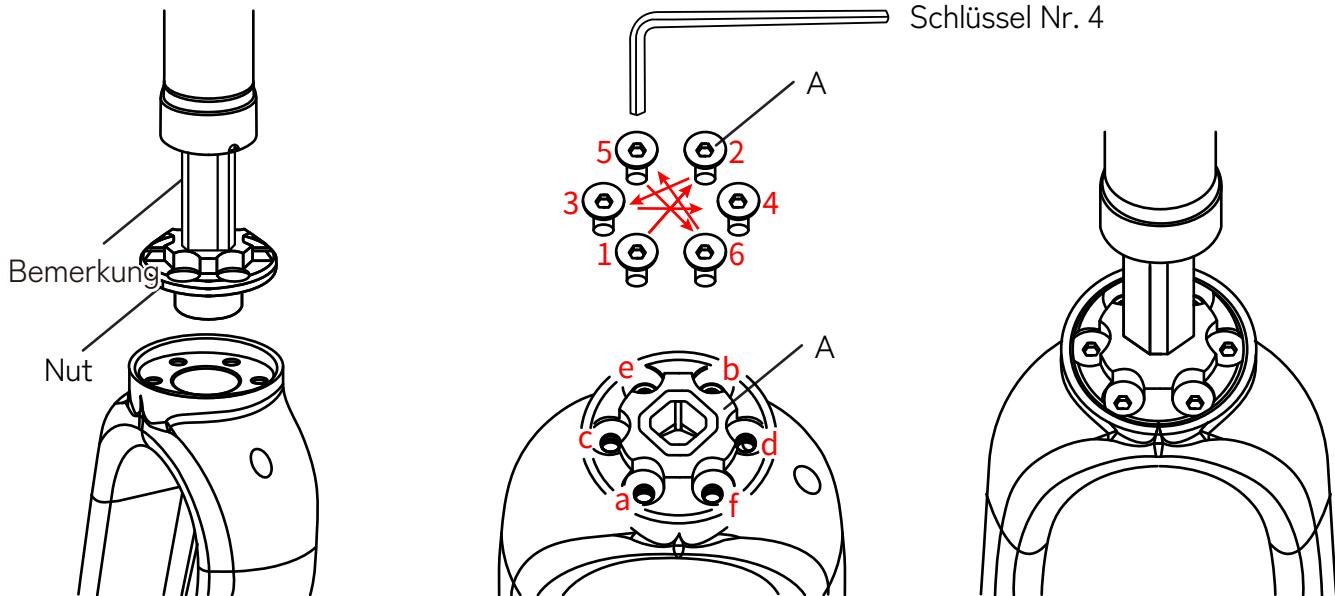

Abbildung A-2
3. Wie in Abbildung A-2 dargestellt, richten Sie die Nut an der Vorderseite der Gabel aus und verwenden Sie die von RST vorgesehene Methode der Schraubenbefestigung. manière Verwenden Sie den Innensechskantschlüssel Nr. 4, um die Schrauben im Uhrzeigersinn festzuziehen, und überprüfen Sie die Ebene A~A visuell auf 1~2 mm.